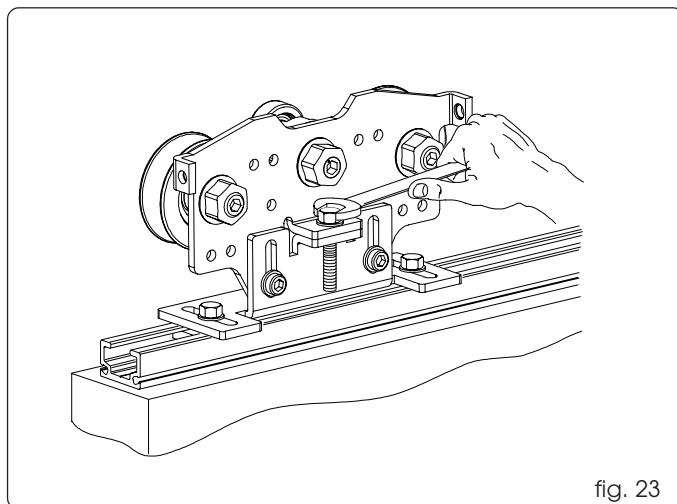

fig. 23
- Agire sulla vite (fig. 23) in senso orario per alzare le ante oppure in senso antiorario per abbassare le ante.